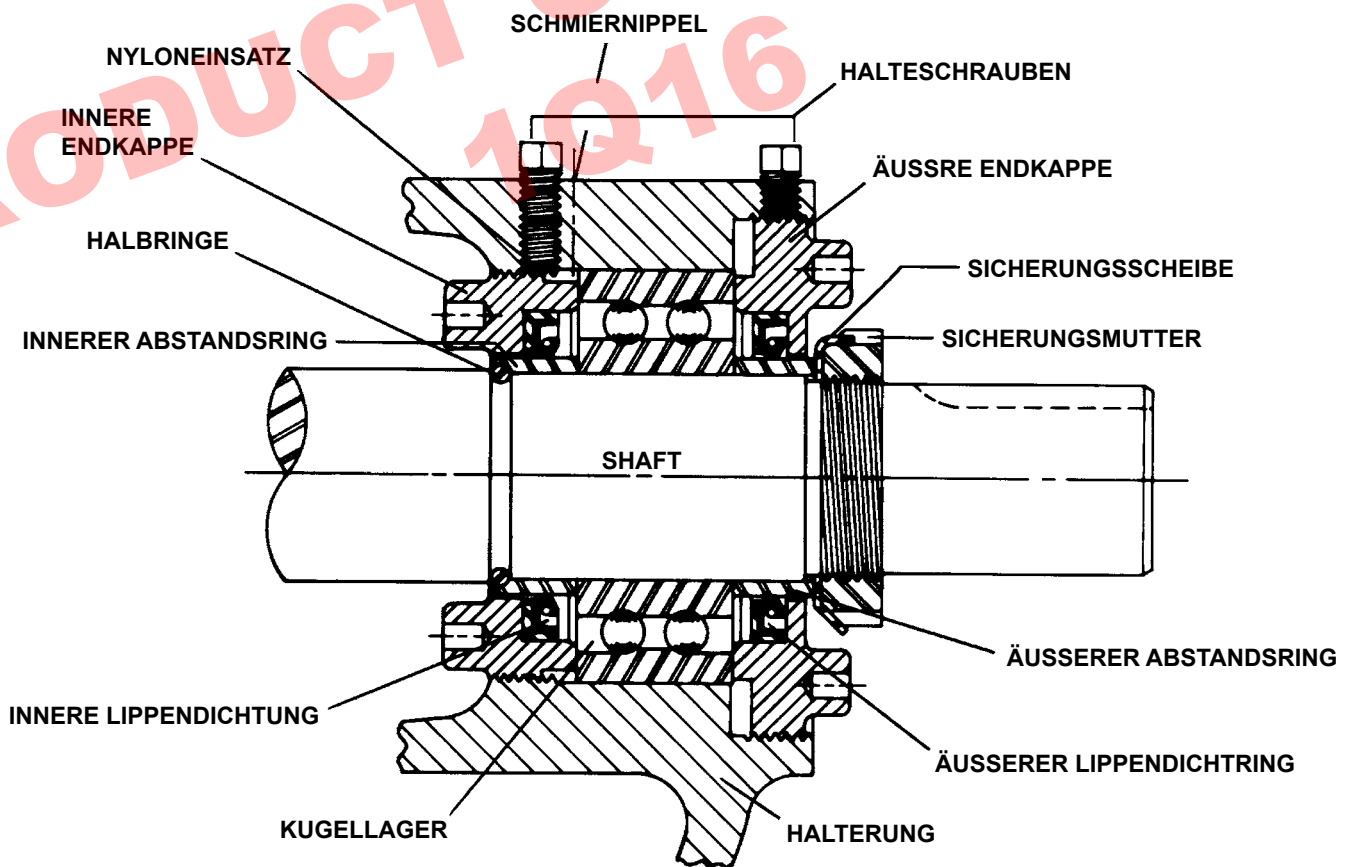

ABBILDUNG 5
8. Lösen Sie die Halteschrauben - zwei bei Pumpengrößen H und HL, vier bei allen anderen Größen. Entfernen Sie mit einem Schraubenschlüssel beide Endkappen mit Lippendichtungen. Entfernen Sie das Kugellager und den Abstandsring. Siehe Abbildung 5, Seite 5.
Positionieren Sie die zwei Halbringe auf der Welle und schieben die den inneren Lagerabstandsring über die Halbringe, um diese in Position zu halten. Die Pumpen der Größen H und HL haben keinen zwei Halbringe. Siehe Abbildung 5, Seite 5.
8. Drücken Sie die Lippendichtung mit der Lippe in Richtung der Welle über das Wellenende des Lagerbockes in die inneren Endkappe. Drehen Sie die Endkappen im Uhrzeigersinn, wenn Sie auf das Wellenende schauen, bis das Gewinde greift. Die Schlüsselöffnungen der Endkappe müssen in Richtung Rotor zeigen. Drehen Sie die Endkappe mit dem Schlüssel, bis diese auf der Lagerbockseite leicht vorsteht. Die Endkappe darf nicht so weit eingeschraubt werden, dass die Lippendichtung nicht mehr auf dem Abstandsring auf der Welle liegt oder das Endkappengewinde nicht mehr greift. Siehe Abbildung 5, Seite 5.
10. Drücken Sie die Lippendichtung mit der Lippe in Richtung Welle in die äußere Endkappe und setzen Sie die Endkappe in den Lagerbock. Drehen Sie die Endkappe im Lagerbock, bis diese fest an dem Lager anliegt. Siehe Abbildung 5, Seite 5.
7. Lösen Sie die Halteschrauben - zwei bei Pumpengrößen H und HL, vier bei allen anderen Größen. Entfernen Sie mit einem Schraubenschlüssel beide Endkappen mit Lippendichtungen. Entfernen Sie das Kugellager und den Abstandsring. Siehe Abbildung 5, Seite 5.